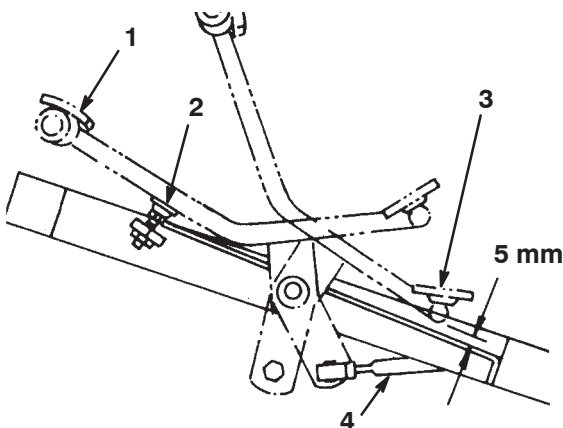

Figura 48
2. Verifique a distância existente entre a zona inferior do pedal e o descanso do pé, tal como é ilustrado na Figura 48. A distância deve ser aproximadamente de 5 mm. Se a distância for superior ou inferior a 5 mm, é necessário ajustar a barra de controlo da tracção. Proceda da seguinte maneira: